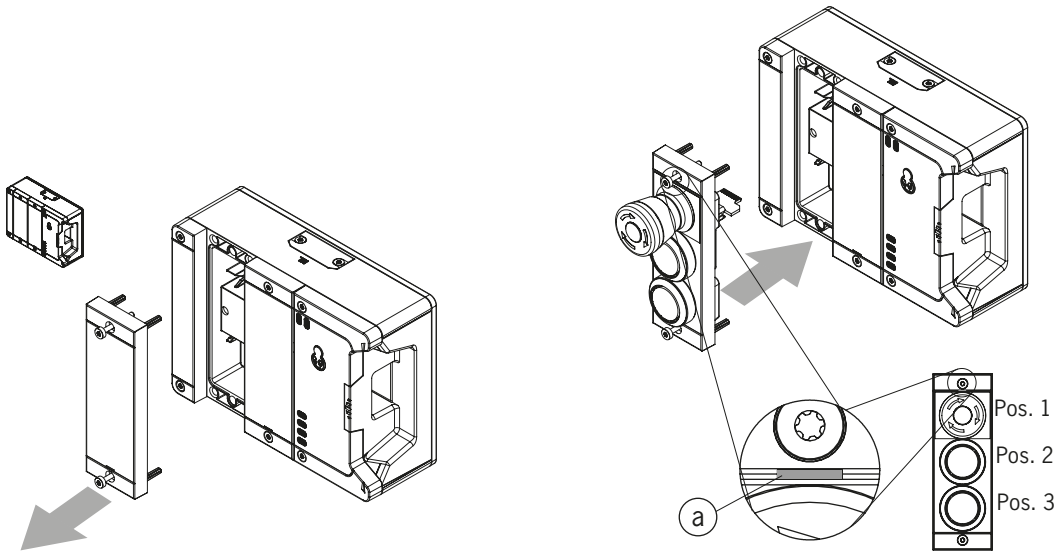

图10: 安装子模块
- 注意子模块是否对齐。请参见图10:安装子模块中的标记(a)。子模块也可以在旋转180°后安装。标记(a)始终指示要配备的第一个位置。这是以下示例中的急停开关S1的位置。